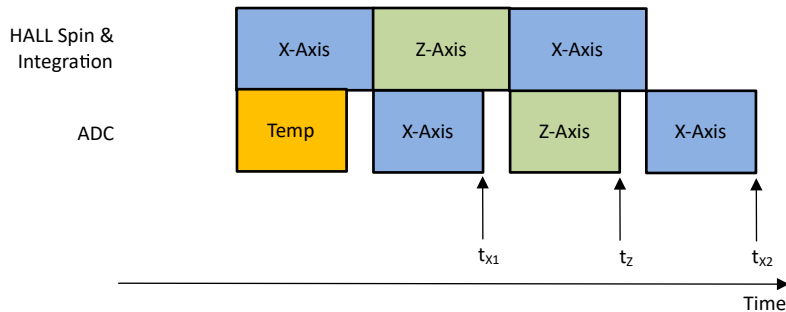

图 7-3. XZX 磁场转换
在绝对角度测量中，需要来自多个轴的应用传感器数据，才能计算出精确的角度。在不同时间通过同一信号链收集的磁场数据会在角度计算中引入误差。TMAG5173-Q1 提供伪同步采样数据收集模式来消除此误差。图 7-3 展示了一个示例，其中 MAG_CH_EN 设置为 1011b 来收集 XZX 数据。方程式 13 展示了 X 和 Z 传感器数据的时间戳相同。
- t_{x1} 、 t_z 和 t_{x2} 是 X、Z、X 传感器数据完成的时间戳，如图 7-3 中定义。